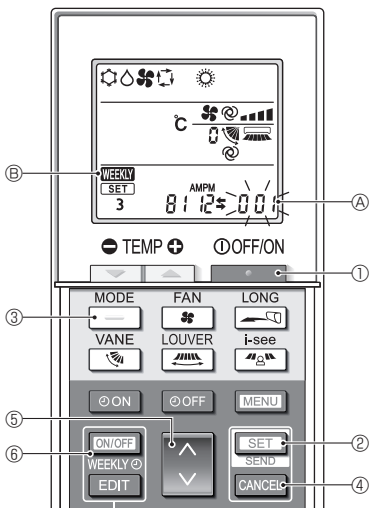

Fig. 5-13
- Drücken Sie die **MENU**-Taste ②.
5.10.8. Den Betrieb im Automatikmodus deaktivieren (Fig. 5-13)
1. Drücken Sie die **—**-Taste ①, um die Klimaanlage anzuhalten.
- Wenn der Wochen-Timer aktiviert ist, drücken Sie die **ON/OFF WEEKLY**-Taste ⑥, um den Timer zu deaktivieren. (**WEEKLY** ⑧ verschwindet.)
2. Drücken Sie die **SET**-Taste ② 5 Sekunden lang.
- Das Gerät ruft den Funktionseinstellungsmodus auf. (Die Gruppenmodelleinstellungsnummer ① blinkt.)
3. Drücken Sie die **↓**-Taste ④.
4. Abschließen der Einstellungen (Fig. 5-13)